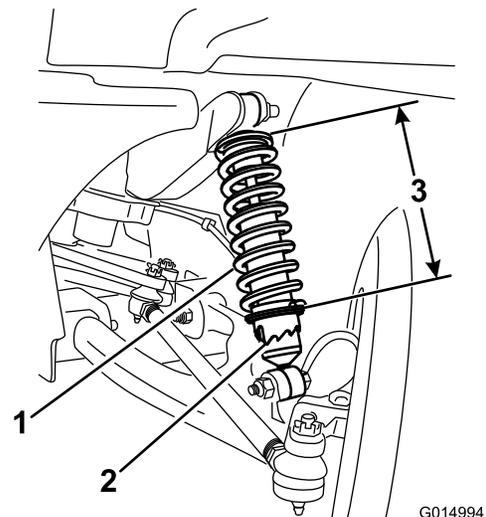

Bild 31
- A. Drehen Sie den Kragen am Stoßdämpfer mit dem Werkzeug TORO6010, um die Länge der Feder zu ändern (Bild 31).